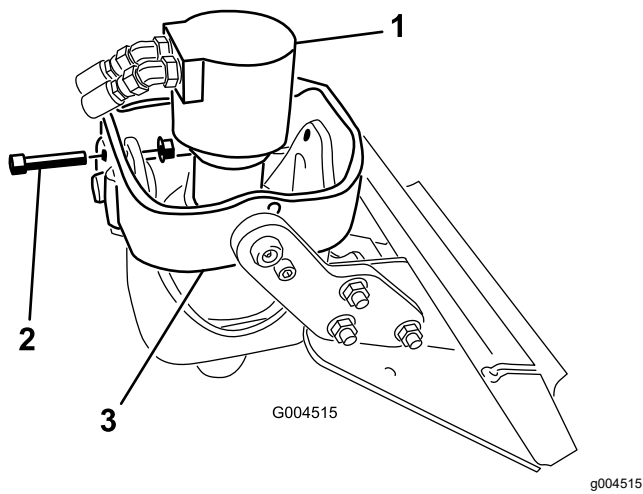

图 4
- 垂直放置驱动头将螺栓 1/2 x 2 1/2 英寸滑入前托架臂上的孔中然后用法兰螺母 1/2 英寸轻轻固定如图 4 所示。